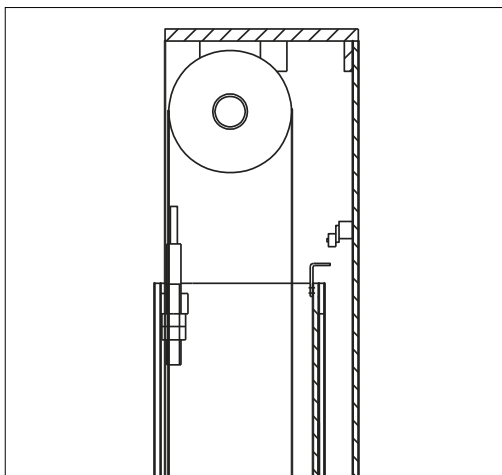

Fig. 14
- ◆ Vid max lyfthöjd stoppar övre ändlägesbrytare lyftet (Fig. 14).)
- ◆ Om rörelsen överskrider slaglängd: extra ändlägesbrytare på övre delen av manöverpelaren manövreras av aktuatoren (Fig. 14) på manöversidans vagn. Om första brytaren inte fungerar löser den andra efter 3 sek.